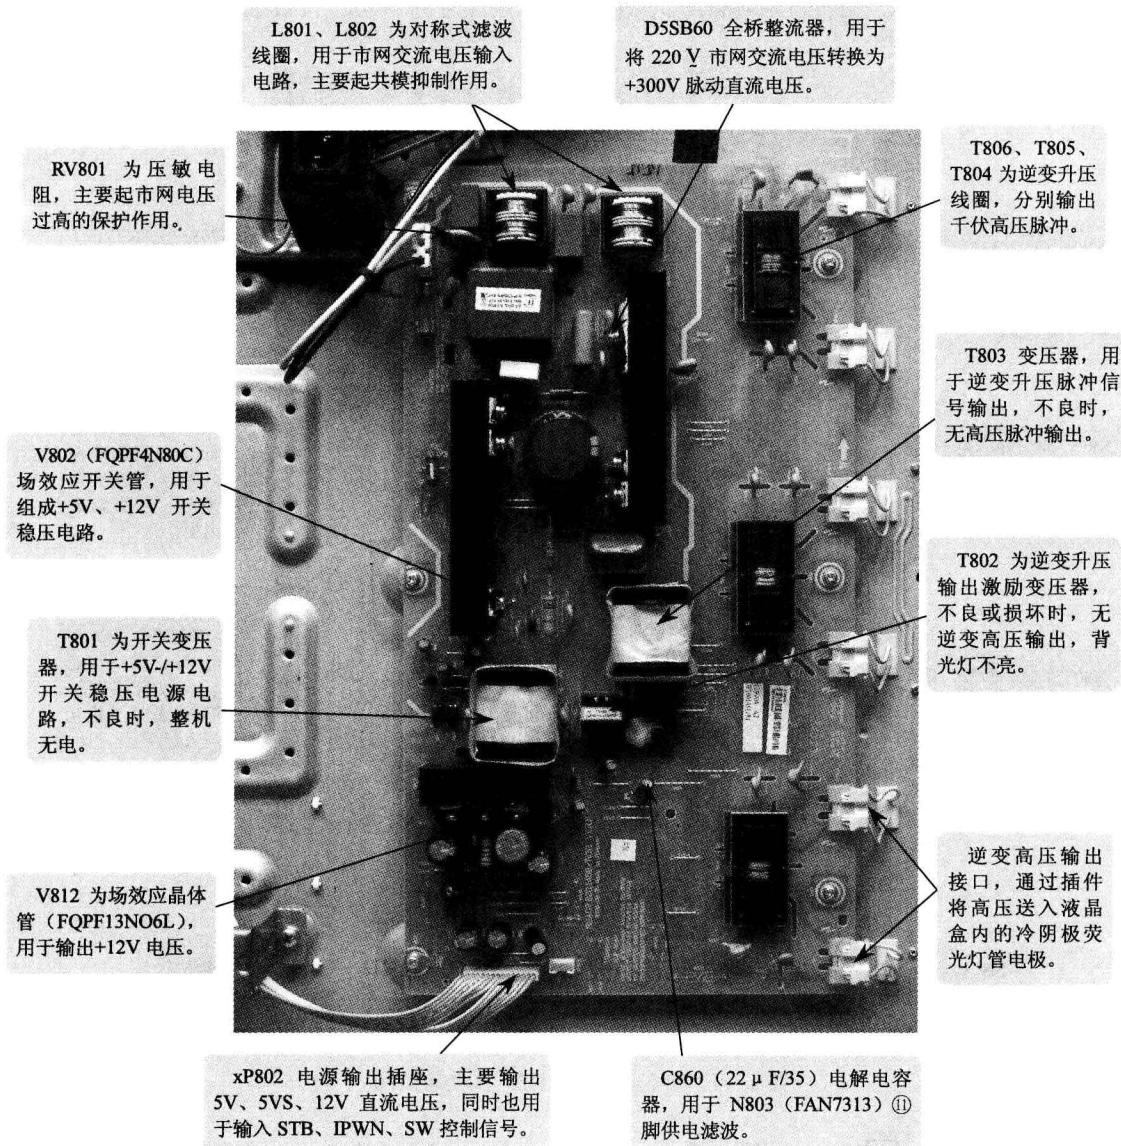

图 1-13 海信 TLM32V66 机型中电源板实物组装图
根据检修经验及故障现象，检修时应首先从检查电源板电路入手。其实物组装图如图 1-13 所示。但检修时应首先采用电阻测量法，对电路板中的正面元器件进行逐一检查，主要确认是否有被击穿的短路元器件。
逆变器是一种 DC-AC（直流-交流）变换器，主要是将开关稳压电源输出的 12V 或 24V 直流电压转变为高频（40~80kHz）脉冲高压（千伏左右），通常组装在一块独立的电路板上，故又常称其为高压板电路。但在该机中，逆变器电路与开关稳压电源等电路组装在一个电路板中，即如图 1-13 所示的电源板电路中。其中，N803（FAN7313）与 T802 等是逆变器的核心器件。N803 是一种贴片式集成电路，组装在电源板背面的印制线路中。其实物组
在如图 1-15 所示中，R872 是 10Ω 限流电阻，用于 N803 ⑪ 脚供电，其实物组装图如图 1-14 所示；C860 (22 μ F/35V) 为 N803 ⑪ 脚供电滤波电容，其实物组装图如图 1-13 所示。当 C860 漏电时，会使 R872 过流，进而烧断 R872，因此在出现 R872 被烧断时，应进一步检查 C860，必要时将其直接换新。